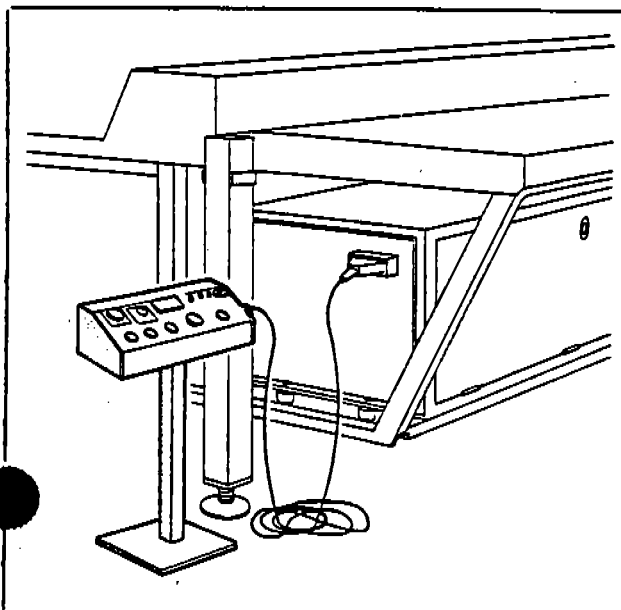

Fig. 35
- b) Plug the control stand into the electrical power unit (Fig. 35).
- b) Collegare il pannello comandi al quadro elettrico tramite l'apposito connettore e relativa presa (Fig. 35).